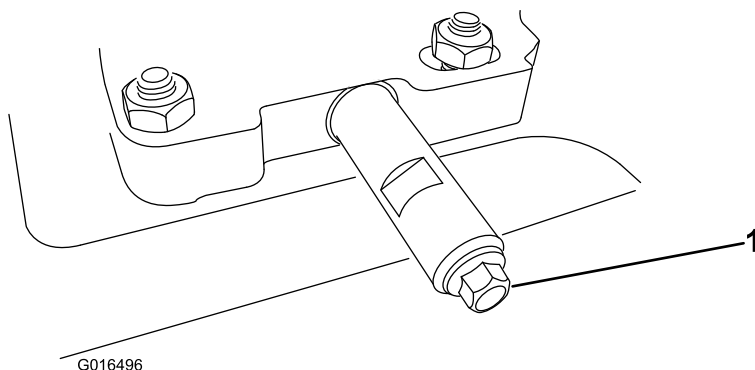

Figura 35
2. Limpie la zona alrededor de la tuerca de vaciado de aceite (Figura 35).